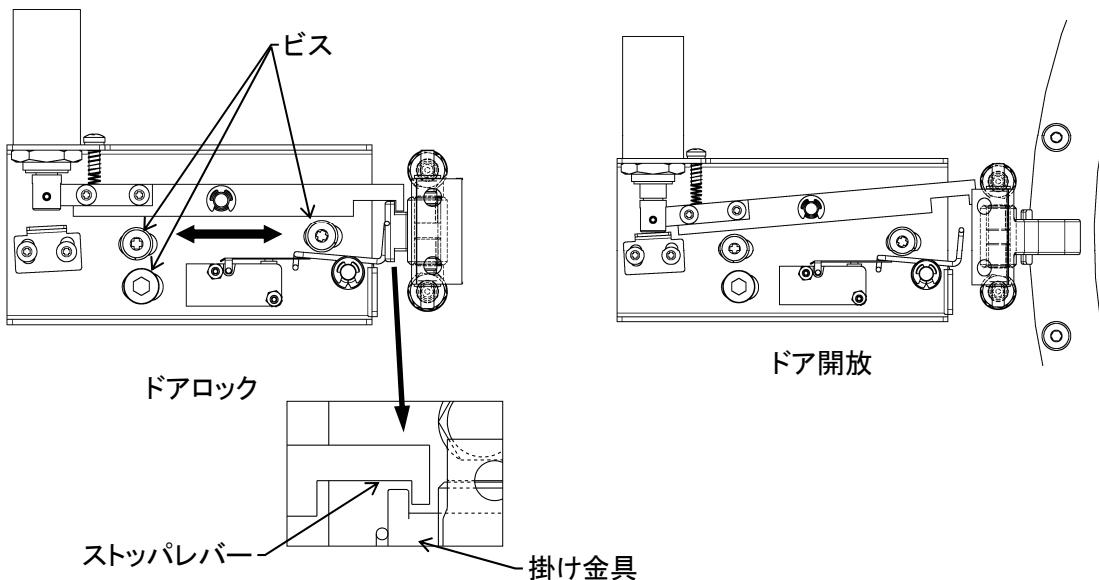

図8-11
- ドアロック及びドア開放時、図の様(図8-11)に各部がなっています。
- ドアロック時、ストップレバーと掛け金具が図の様(図8-11)にかみ合う位置に来る様にビスを緩めドアロック部を左右にずらし調整します。